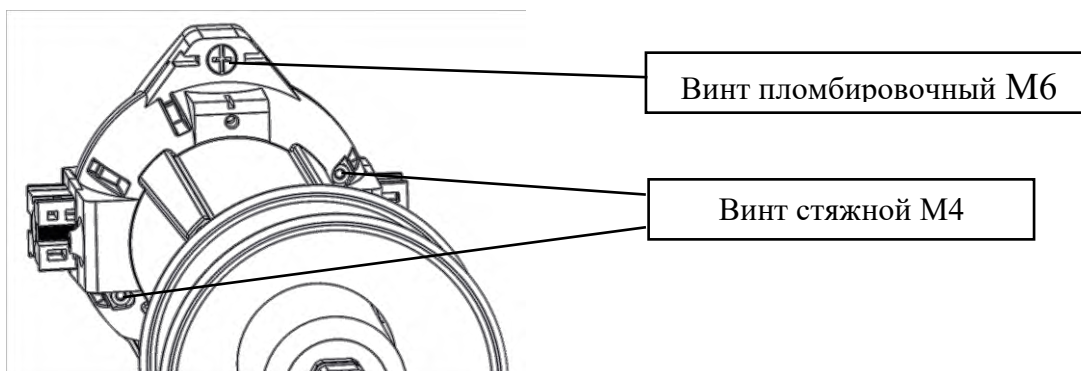

Рис. 1 – Винты фиксации верхней полусферы измерительного блока.
1. Вывинтить винт пломбировочный М6 отверткой PH2, и винты стяжные М4 (2 шт.) отверткой HEX 3 (H3) (рис. 1).